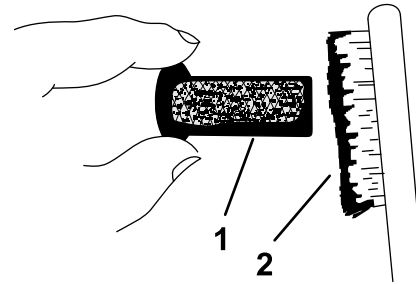

Figura 51
9. Utilice un cepillo para eliminar con cuidado los depósitos de hollín de la rejilla del parachispas (Figura 51).